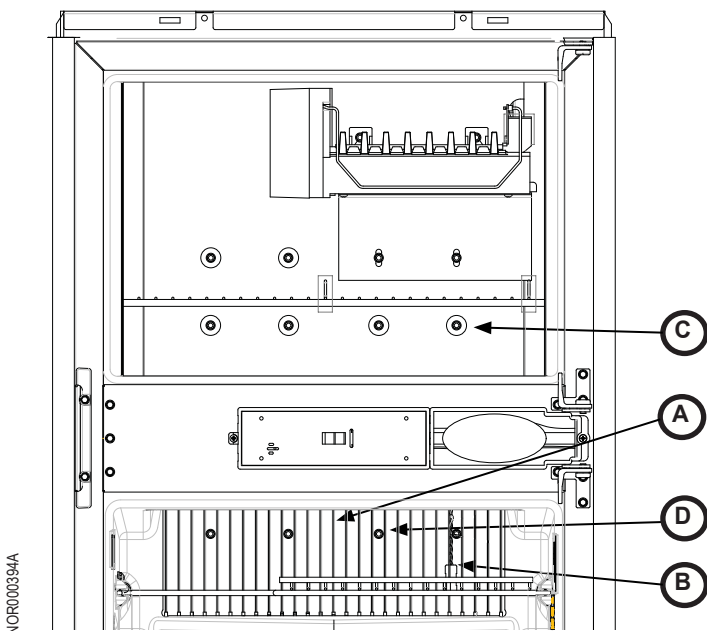

Fig. 2 - Plaque d'évaporateur et ailettes
2. De l'intérieur du congélateur, enlevez les vis et les rondelles (8x) (Fig. 2, C) qui maintiennent le système de refroidissement à l'arrière du congélateur. Mettez-les de côté.
3. De l'intérieur du compartiment principal, enlevez les vis (4x) (Fig. 2, D) qui maintiennent les ailettes sur le système de refroidissement. Tirez les ailettes vers vous et vers le haut pour les enlever. Marquez le haut des ailettes pour les reposer correctement plus tard. Mettez les ailettes de côté.